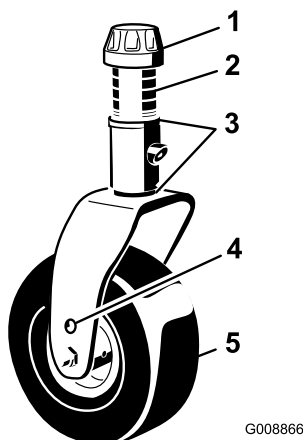

Figure 29
3. Enlevez le chapeau de tension de l'axe de pivot (Figure 29) et sortez l'axe du bras pivotant. Remplacez les 2 cales (3 mm) sur l'axe de pivot comme à l'origine. Insérez le nombre correct d'entretoises de 13 mm sur l'axe pour obtenir la hauteur de coupe voulue.